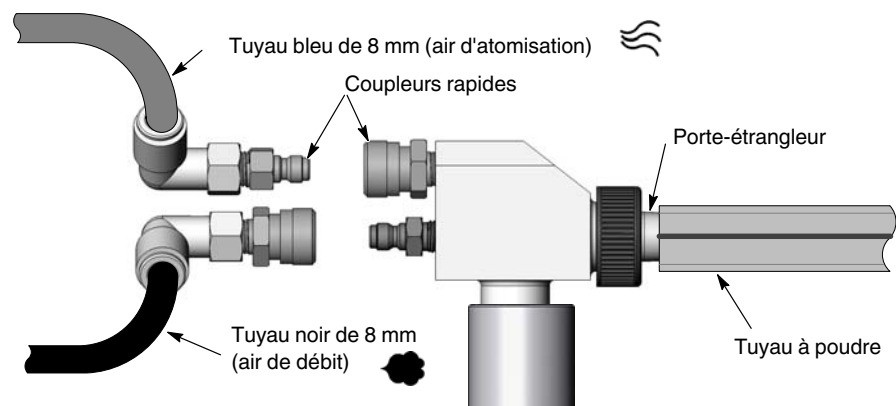

Figure 3-9 Branchements de la pompe
1. Voir la figure 3-9. Insérer le tuyau bleu à air d'atomisation de 8 mm et le tuyau noir à air de débit de 8 mm dans les raccords tubulaires de la pompe comme illustré.